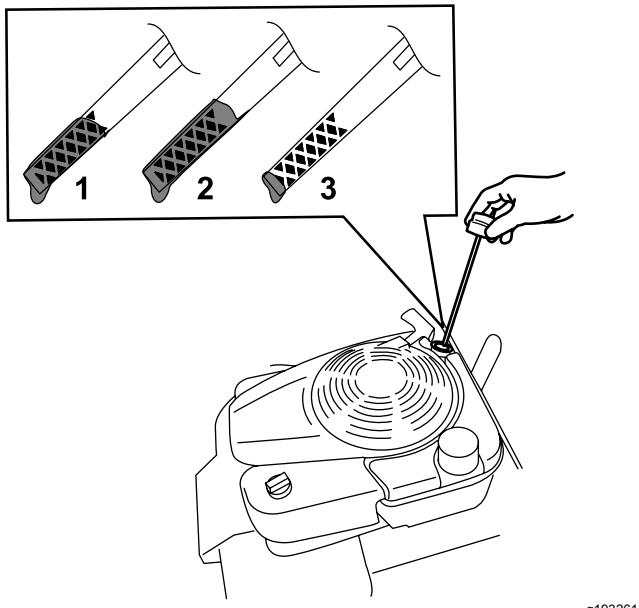

Figure 33
- Tournez le bouchon dans le sens antihoraire et sortez la jauge (Figure 33).
- Relevez le niveau d'huile indiqué sur la jauge (Figure 33).